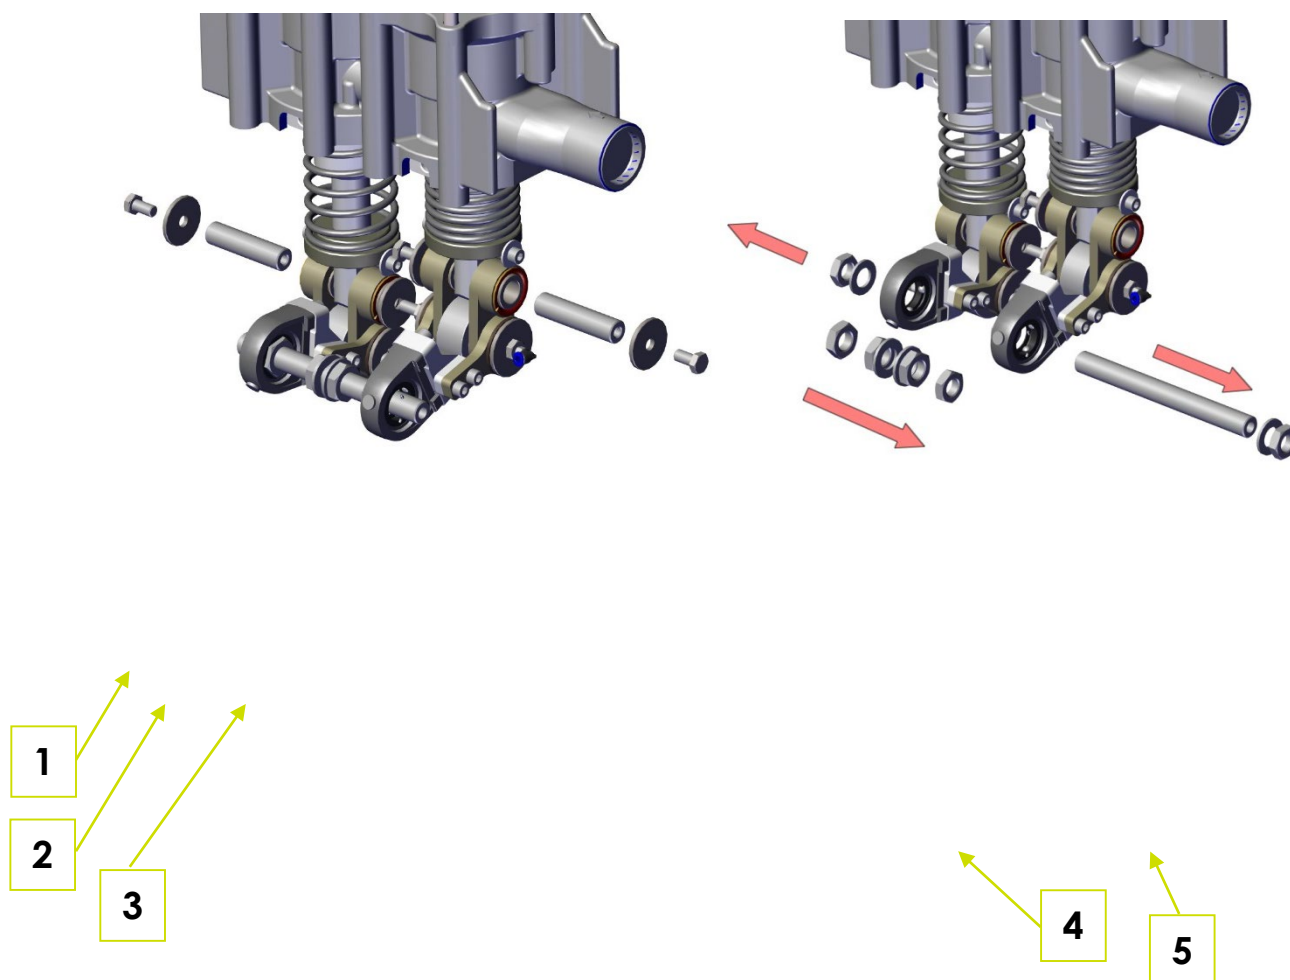

Fig. 7-6: Démontage des balanciers à double articulation
1. Dévisser respectivement une vis hexagonale M10x20 (1) (Fig. 7-6 : Démontage des balanciers à double articulation).
2. Enlever les rondelles de butée (2).
3. Retirer les deux axes (3).
4. Dévisser tous les écrous hexagonaux M20x1,5 (4) de l'axe de transmission de la force transversale (5) et les enlever dans le sens de la flèche.